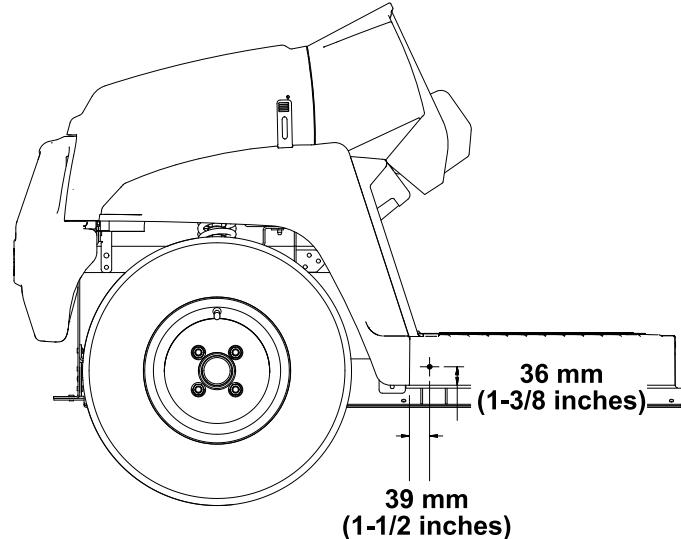

図1
1. 機体の左右のフロアプレートの外側の、図1に示された寸法位置に、直径 8 mm の穴を 1ヶ所開ける。